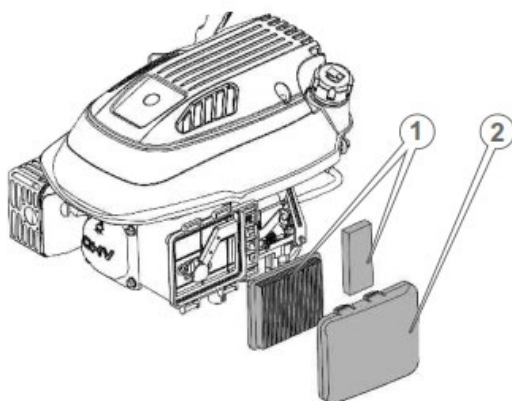

Рисунок 13. Схема заміни повітряного фільтра
2. Зняти кришку повітряного фільтра (2, рис. 13).
3. Вийняти повітряний фільтр (1, рис. 13).